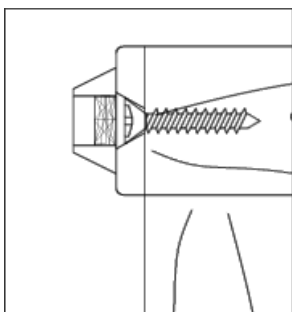

Figure 1
Utilisez un foret de 3/32 po pour percer des avant-trous dans le meuble sur les "marques des vis". Utilisez les DEUX (2) vis courtes pour fixer le support de montage c6t6 meuble. Ce support de montage peut 6tre install6 6 la verticale ou 6 l'horizontale, au besoin (voir la Figure 1).